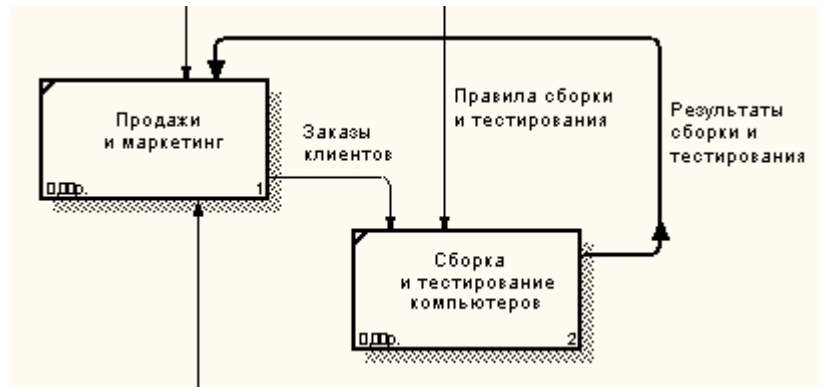

Рисунок 4
7. Создайте стрелку обратной связи (по управлению) «Результаты сборки и тестирования», идущую от работы «Сборка и тестирование компьютеров» к работе «Продажи и маркетинг». Для большей наглядности измените стиль стрелки (Style: толщина линий) и установите опцию Extra Arrowhead (из контекстного меню). Смотри рисунок 4.